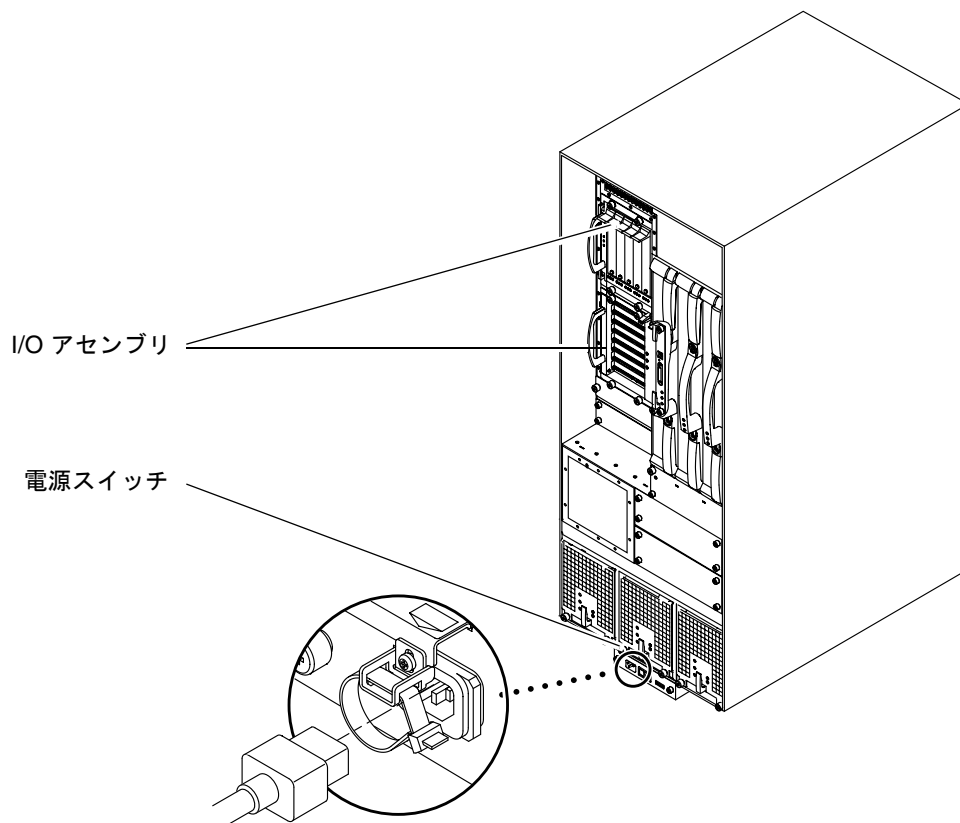

図 3-1 Sun Fire 4810 システムの電源スイッチ、電源コードソケット、I/O アセンブリの位置
1. 各電源スイッチを、オフの位置に入れます (図 3-1)。
I/O アセンブリによって、ドメインに対しネットワークインタフェースおよび周辺装置へのアクセスが提供されます (図 3-1)。
1. シールド付きカテゴリ 5 の Ethernet ケーブルの一方の端を、主システムコントローラボードの RJ-45 Ethernet ポートに接続します (図 3-1)。
1. 各電源スイッチを、オンの位置に入れます (図 3-1)。
6. 各電源スイッチを、オンの位置に入れます (図 3-1)。